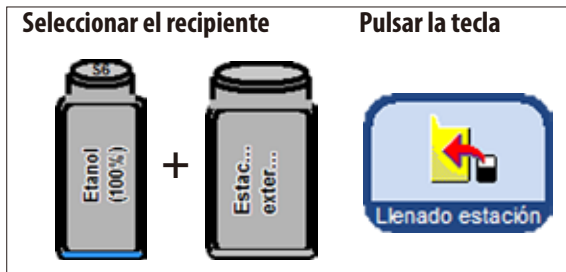

Fig. 168
- En la pantalla, seleccionar una botella del sistema vacía (p. ej., S6) y el recipiente recolector externo (**Estación externa**) (fig. 168).